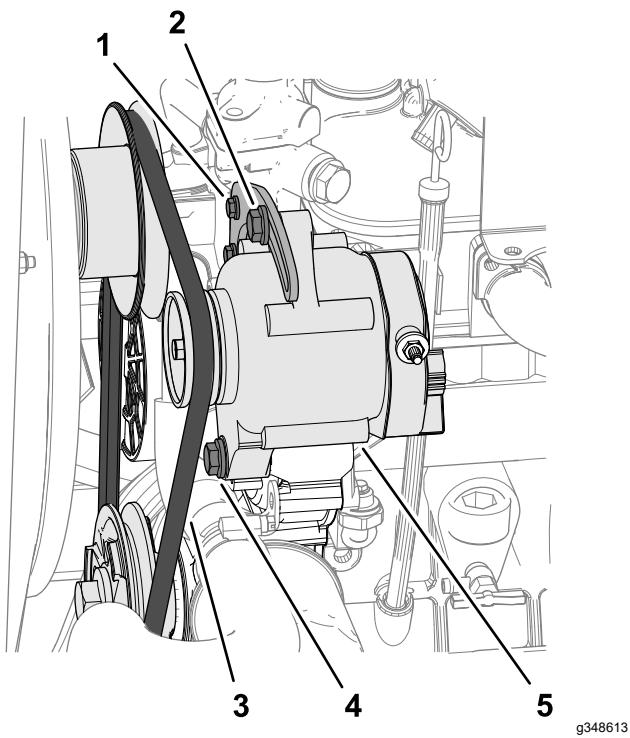

Bild 83
4. Üben Sie eine Kraft von 10 kg auf den Lichtmaschinenriemen (Bild 83) in der Mitte zwischen den Riemscheiben aus.
- Wenn der Riemen um weniger als 10 mm ausgelenkt werden kann, lösen Sie den Drehstift und die Spannschraube (Bild 83) der Lichtmaschine und verringern Sie die Riemenspannung.
- Wenn der Riemen um mehr als 10 mm ausgelenkt werden kann, lösen Sie den Drehstift und die Spannschraube (Bild 83) der Lichtmaschine und erhöhen Sie die Riemenspannung.
6. Ziehen Sie die Schrauben fest (Bild 83).
**Hinweis:** Lösen Sie bei Bedarf die Spannschraube der Halterung (Bild 83).